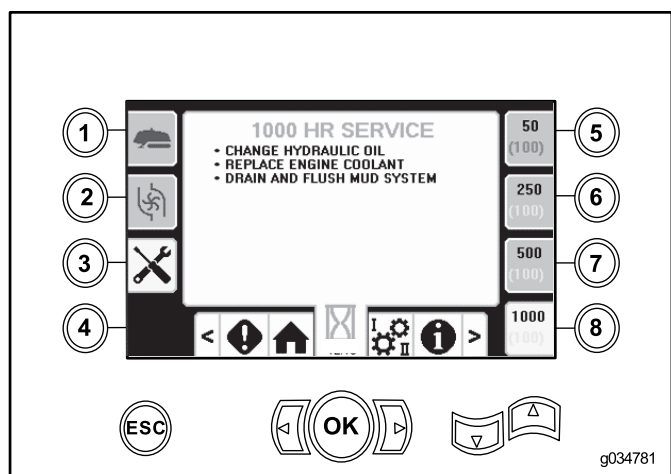

Рисунок 54
- Кнопка 8–1 000 часов (Рисунок 54)